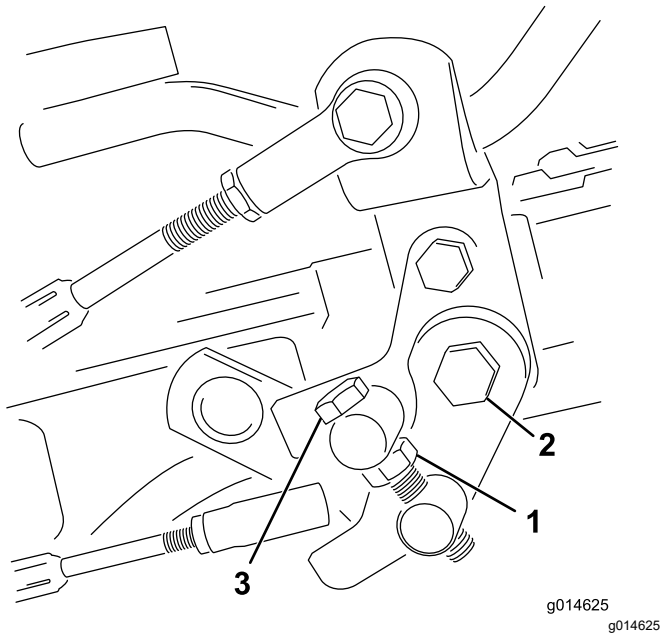

Bild 40
1. Lösen Sie die Klemmmutter an der Drehzapfenkopfschraube (**Bild 40**).
4. Ziehen Sie die Klemmmutter an der Drehzapfenkopfschraube und die Mutter am Pedalgelenk fest, um die Einstellung zu arretieren (**Bild 40**). Prüfen Sie die Einstellung und nehmen Sie ggf. eine weitere Einstellung vor.